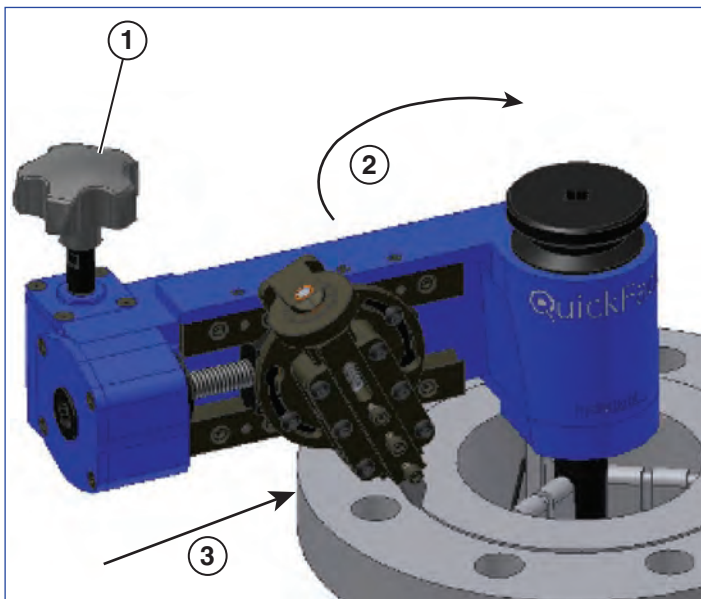

Bild 14
7. Grip matningsvredet stadigt i handflatan. Dra QuickFace med ett stadigt grepp runt arbetsstycket i riktning medsols (*se bild 14*). Se till att det inte finns några lösa klädesplagg eller andra hinder i skärbanan eller inom QuickFaces körningsparametrar. Om skärningen kräver mer vridmoment än vad som önskas, backar du ut verktygsskåret ur snittet med djupjusteringsvredet. **OM MASKINEN INTE KAN DRAS KOMFORTABELT RUNT ARBETSSTYCKET, STOPPA DÅ ARBETET OCH JUSTERA OM SKÄRDJUPET.**